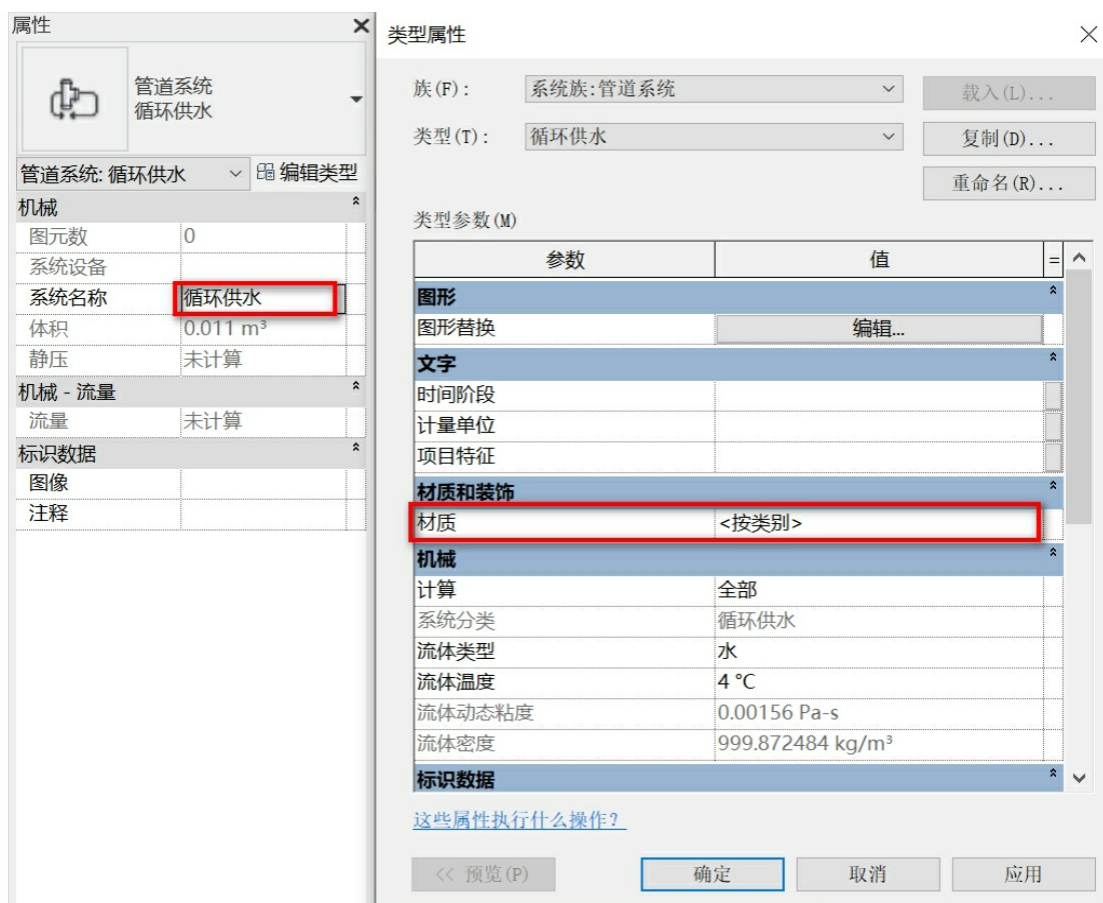

图3-104
(3) 在“属性”面板下，单击“编辑类型”按钮，将“材质”设置为想要的颜色，如图3-104所示。这时我们所画的管道系统颜色就可以改变了